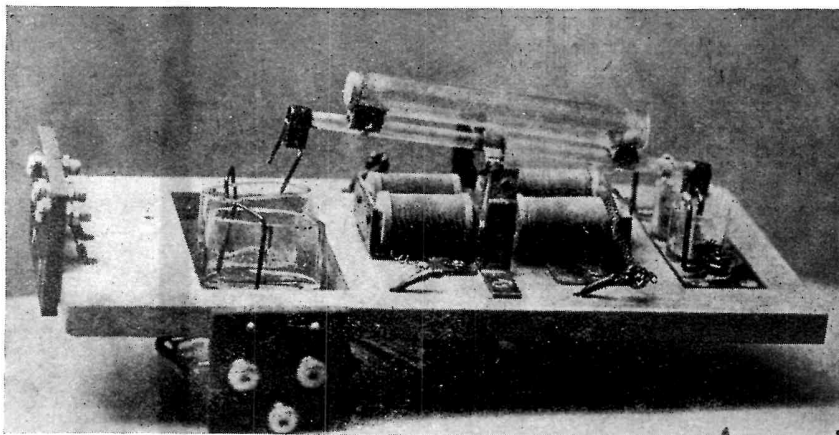

Fig. 1. — Photographie du dispositif.
J'ai fait deux schémas pour la clarté du dessin. Le schéma fig. 1 représente deux postes de commande situés, par exemple, le premier près du récepteur, l'autre dans une pièce éloignée. Ils comprennent chacun une ampoule de 100 watts comme résistance. Les boutons de commande : marche (M), arrêt (A).